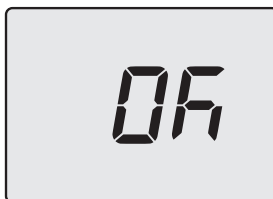

Figura 8.7
- Premendo il tasto 14 (Figura 8.1) si ottiene la conferma del valore inserito. Il display visualizzerà per 5 sec. quanto segue (Figura 8.7) poi, si porterà al livello superiore.